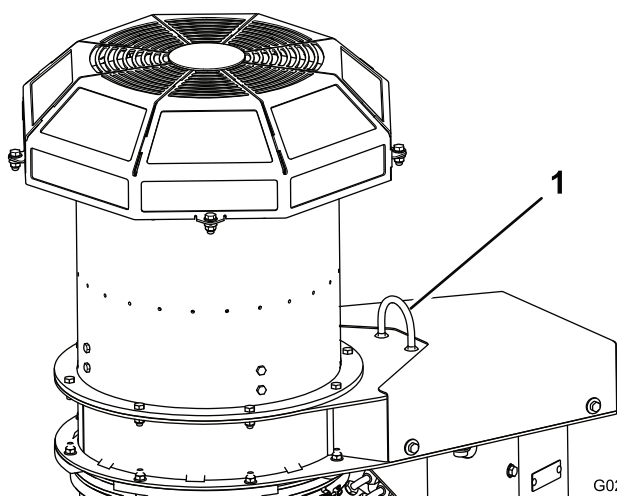

Figura 7
8. Retire la correa del palet y sujétela a la argolla de elevación del soplador (Figura 7).